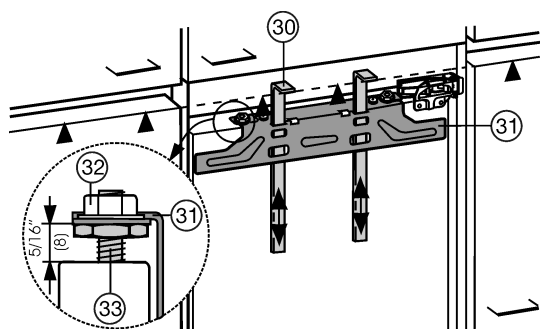

Fig. 21
Es preciso disponer de ayudas de montaje Fig. 21 (30) para montar ambas puertas. Por ello, monte las puertas del mueble de manera consecutiva.
- ▶ Desplace hacia arriba las ayudas de montaje Fig. 21 (30) a la altura de la puerta del mueble. Borde de tope inferior ▲ de la ayuda de montaje = borde superior para la puerta de mueble que va a montarse.